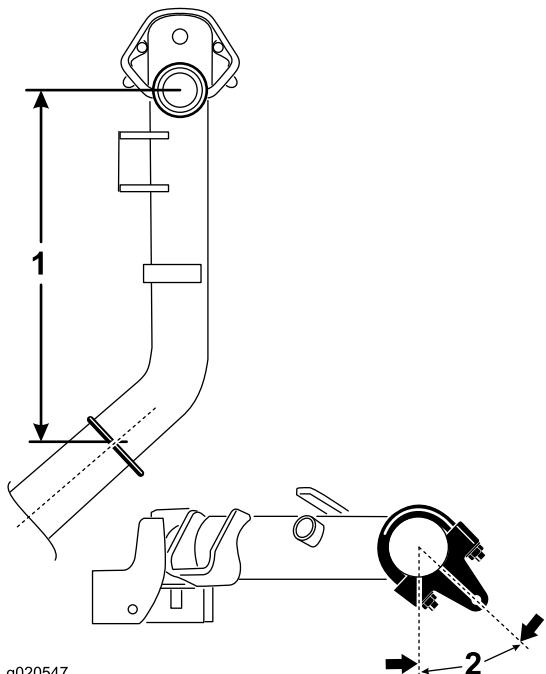

**Figura 5**
1. Sui bracci di sollevamento n° 1, 4 e 5, posizionate le staffe della catena e i bulloni a U a una distanza di 38.1 cm dietro la linea centrale dello snodo di articolazione (Figura 5).
2. Sui bracci di sollevamento n° 1 e n° 5 le staffe dovranno essere ruotate verso destra di 10 gradi dalla posizione verticale (Figura 5).
3. Sul braccio di sollevamento n° 4 la staffa dovrà essere ruotata verso sinistra di 10 gradi dalla posizione verticale (Figura 5).